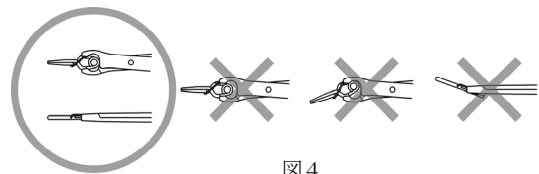

図4
- 3) クリップ鉗子のジョウ（把持部）にクリップのバネ部が包み込まれるように正確にクリップを挟み込んでください。（図4）正しくジョウに挟み込まれていない場合には、クリップが損傷又は破損するおそれがあります。